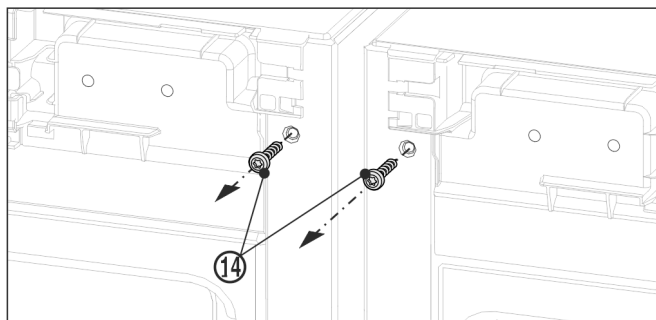

Fig. 11
- Antes de montar la escuadra superior, desenroscar los dos tornillos de conexión a tierra Fig. 11 (14).